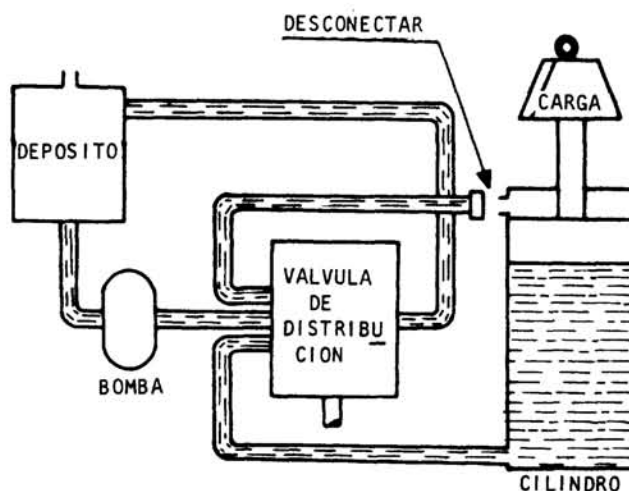

Fig. 2
- e Desconecte del cilindro, el tubo flexible o manguera que no tiene presión (fig. 2).